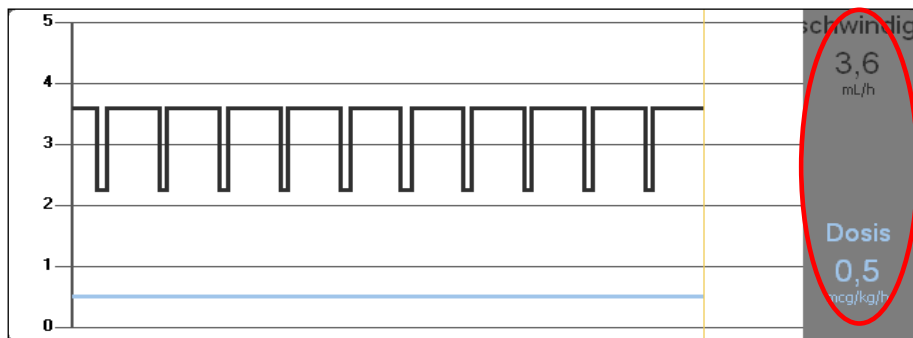

Abb. 20
- Volumenrate und Dosisrate des infundierten Medikaments (Abb. 20);